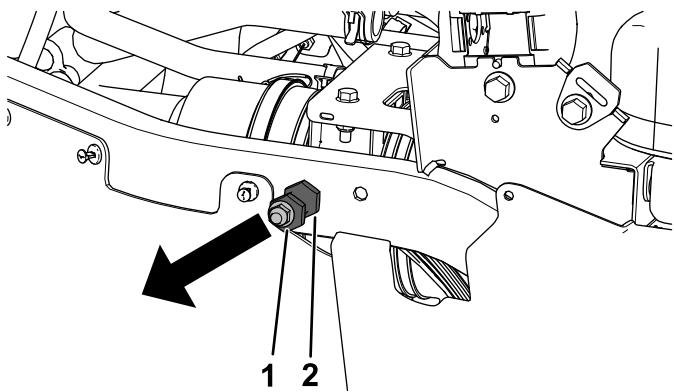

Figure 35
5. Retirez le contre-écrou ($\frac{3}{8}$ ") et la goupille de verrouillage des tubes arrière droit et gauche du cadre (Figure 35).